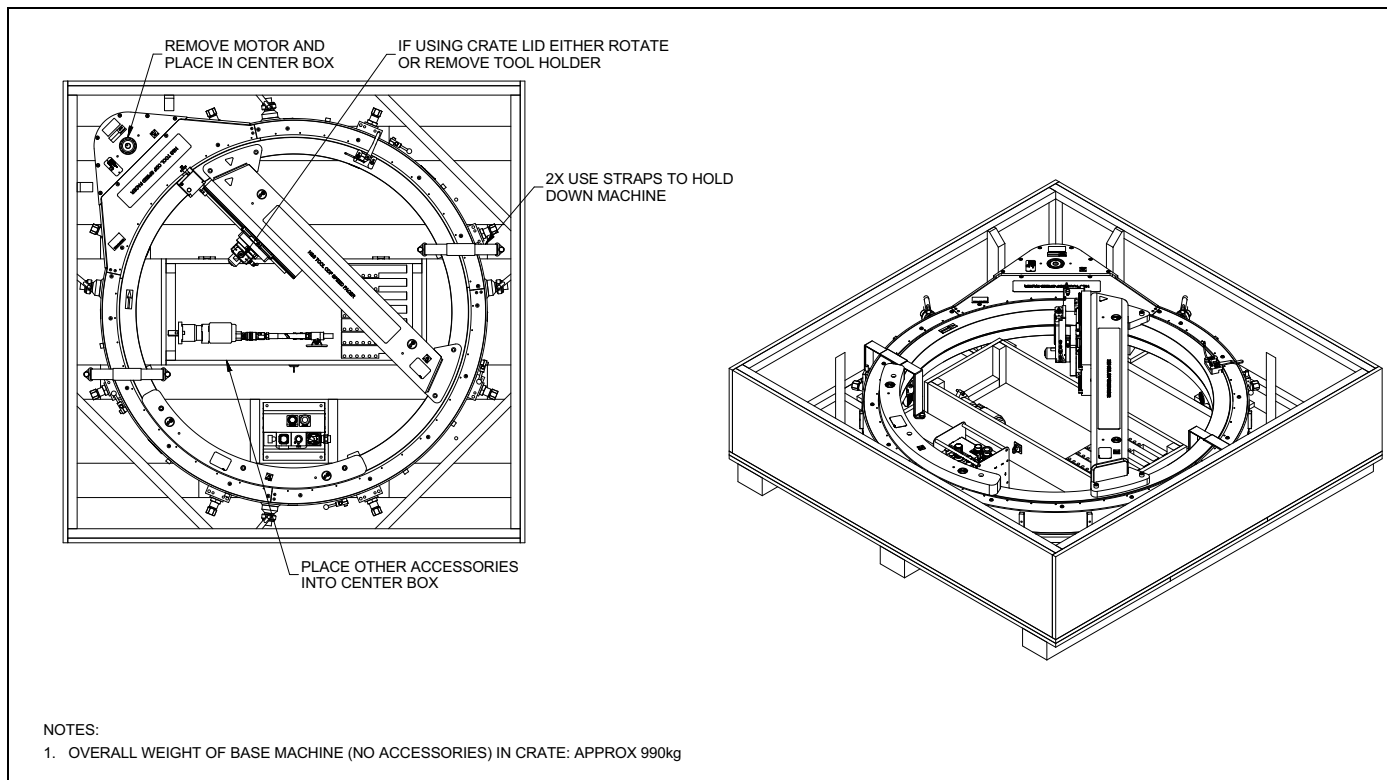

РИСУНОК 6-1. ODF50 CRATE
7. Храните ODF50 Speed Facer в оригинальном транспортировочном ящике (см. рис. 6-1).
Машину ODF50 Speed Facer можно перевозить в оригинальном транспортировочном контейнере, как показано на рис. 6-1.